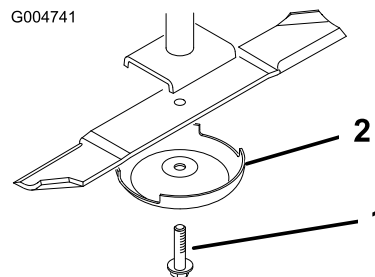

Figure 100
2. Tenez la lame à son extrémité avec un chiffon ou un gant épais. Enlevez le boulon, la coupelle de protection et la lame de l'axe de pivot (Figure 100).